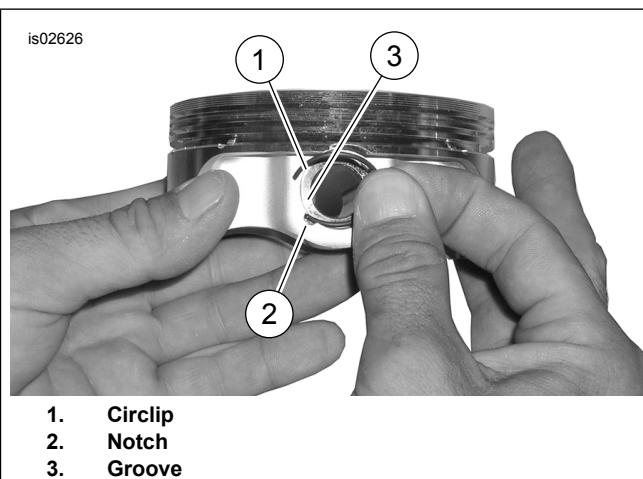

Figura 2. Circlip u Pistun (pistun ġeneriku muri)
1. Ara Figura 2 . Daħħal it-tarf miftuħ tas-circlip (1) fit-talja (3) fuq l-iskanalatura (2) ta' madwar l-boss tal-pinn tal-pistun sabiex l-ispazio ikun fil-pożizzjoni ta' 12:00 jew 6:00 meta jkun installat.